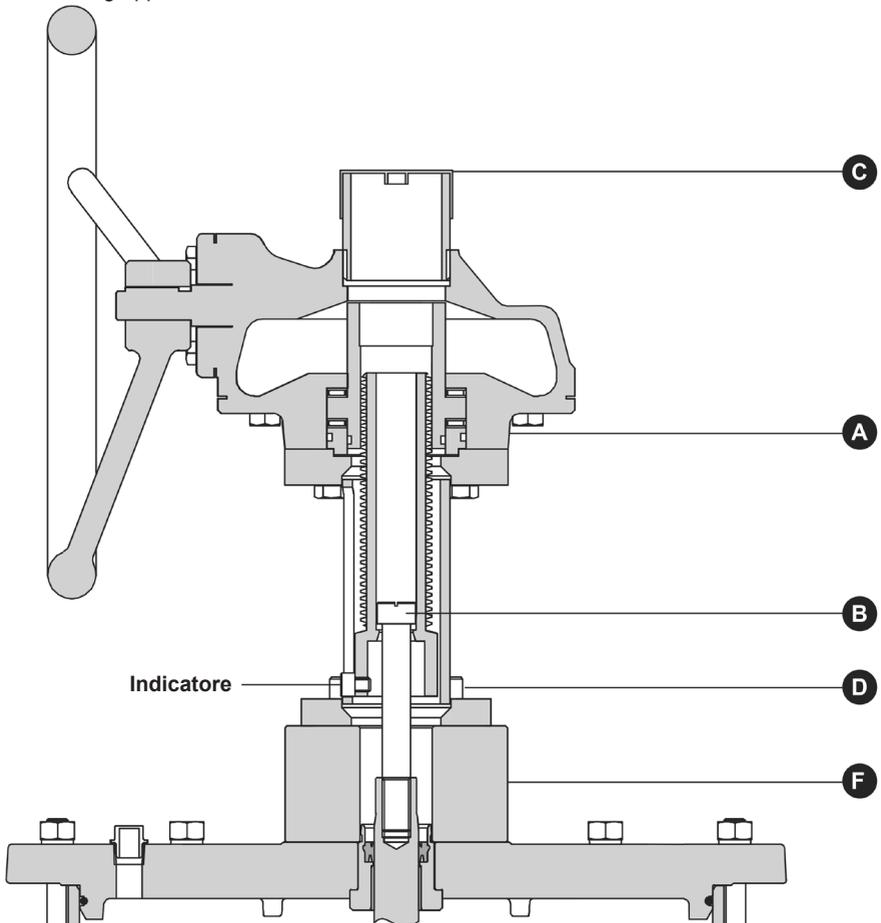

Fig. 12 - TN2000EH
- Rimuovere la calotta (21) dall'attuatore, facendo riferimento alla Fig. 12.